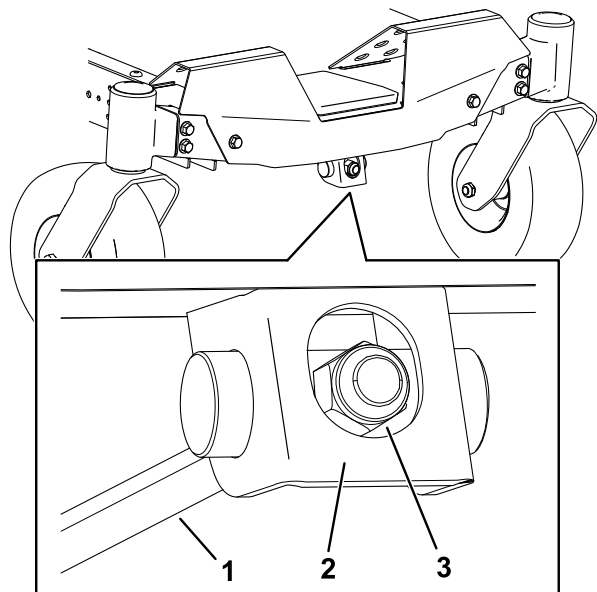

Figura 68
1. Ruotate il dado di regolazione nella parte anteriore del tosaerba (Figura 68).